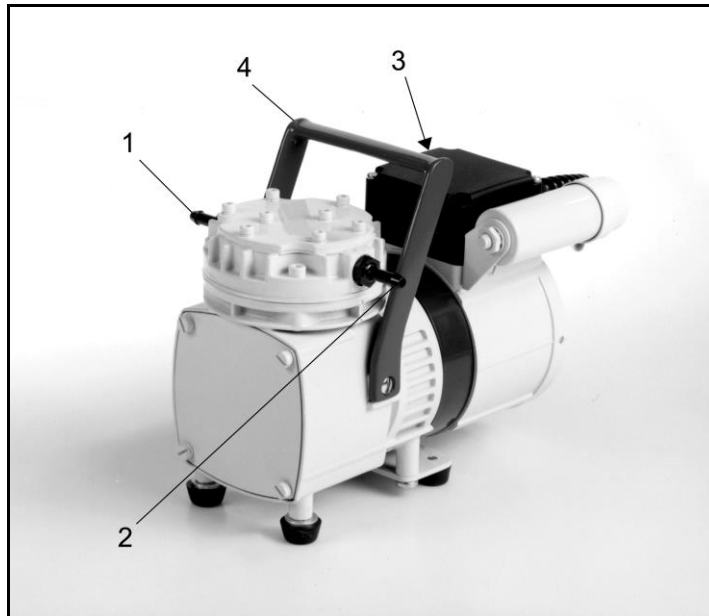

Abb. 2: Membranpumpe N 022 AN.18
- Pumpe mit Netzschalter einschalten (siehe Abb. 2, 3 oder 4, Position 3).
- Pumpe mit Netzschalter ausschalten (siehe Abb. 2, 3 oder 4, Position 3).